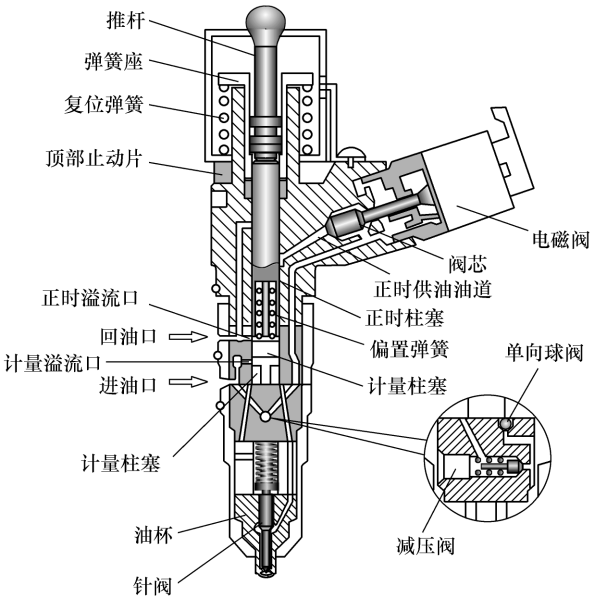

图 10-4 康明斯 ISM 发动机喷油器
(1) 喷油器的结构 喷油器的结构如图 10-4 所示。喷油器将高压油泵和喷油针阀集成为一体，上部为油泵，下部为针阀。油泵的油腔被计量柱塞一分为二，计量柱塞上部为正时油腔、下部为计量油腔。正时柱塞直接由喷油器摇臂驱动上下往复运动，以使油泵完成吸油和泵油过程。油泵的喷油量和喷油正时均由电磁阀控制。减压阀用于喷油结束时泄压，以保证断油干脆。